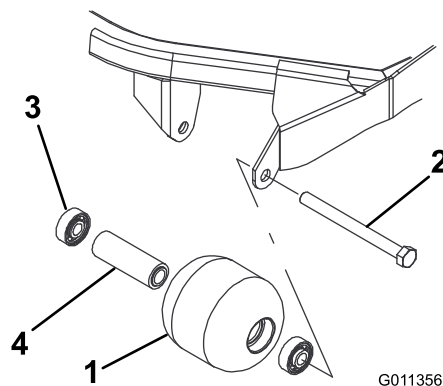

Figura 97
1. Îndepărtați urubul de montare a rolei (Figura 97).
4. Inspectați carcasa rolei, lagărul și distanțierul lagărului pentru a observa dacă sunt deteriorate (Figura 97). Înlocuiți toate componentele deteriorate și montați-le.
1. Apăsai primul lagăr în carcasa rolei (Figura 97). Apăsai doar sau în mod egal pe calea de rulare interioară i exterioară.
2. Introducei distanierul (Figura 97).
3. Apăsai al doilea lagăr în carcasa rolei (Figura 97). Apăsai în mod egal pe calea de rulare interioară i pe cea exterioară până când calea interioară intră în contact cu distanierul.